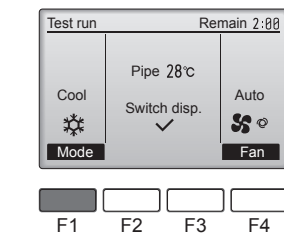

Fig. 7-3
- ① Prima o botão [F1] para alterar o modo de funcionamento. (Fig. 7-3)